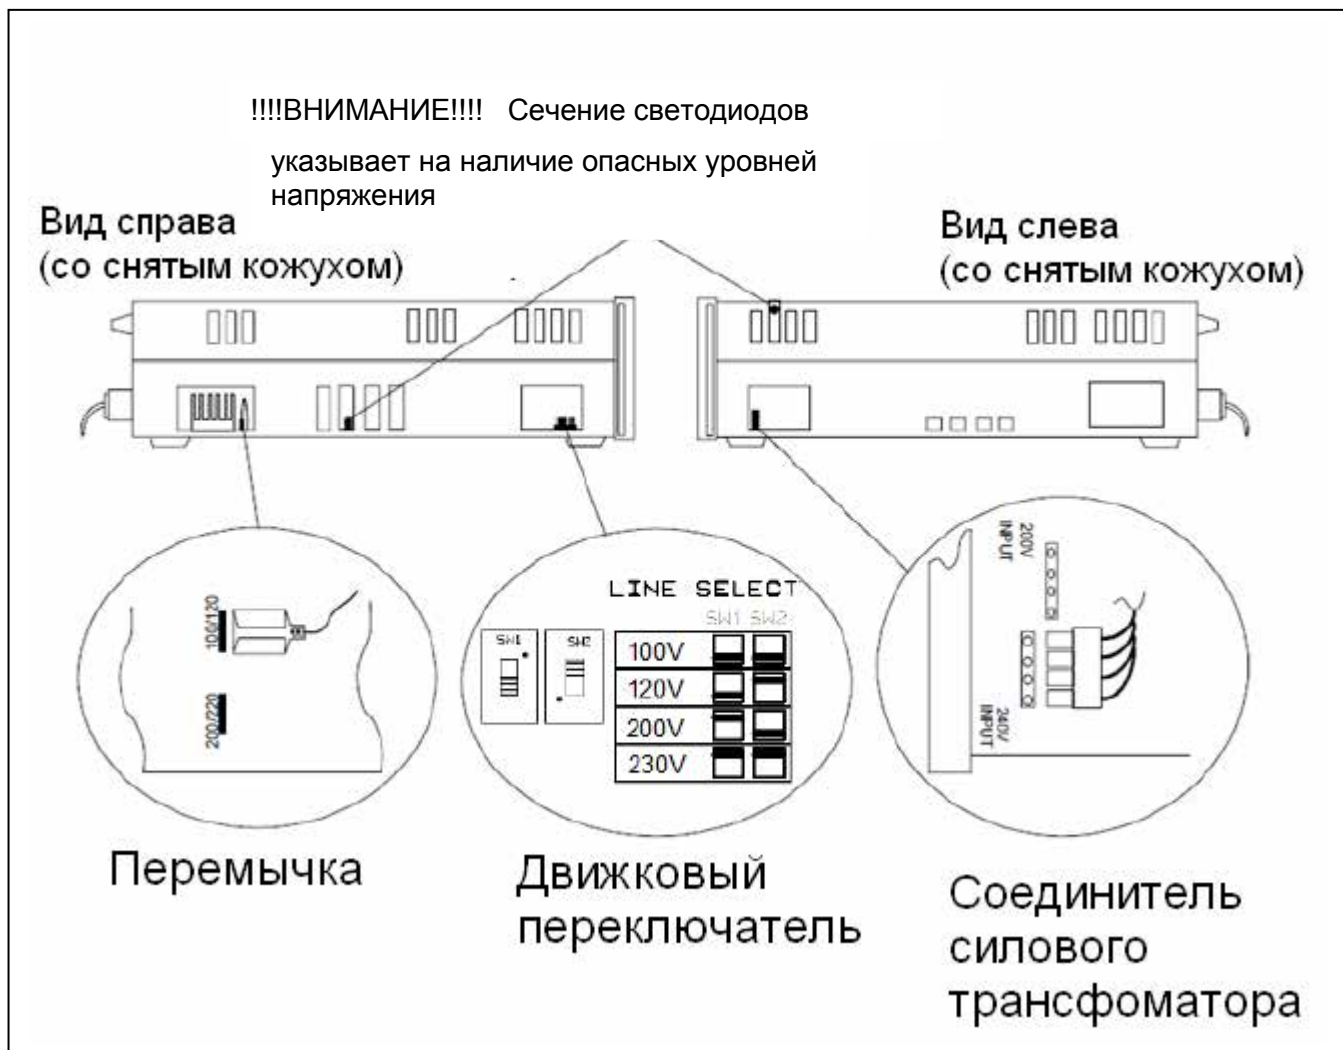

Рисунок G-1 Элементы настройки напряжения питания
- 1 Обратите внимание на перемычки, расположенные в вырезе сбоку устройства (**Рисунок G-1**).